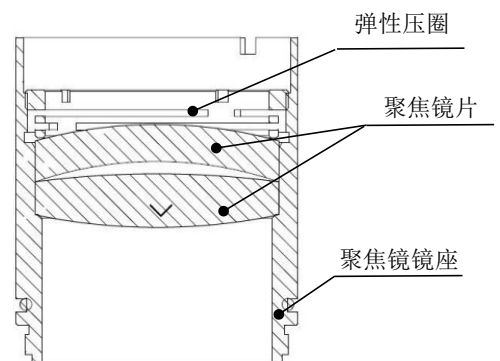

图 6.9 — 聚焦镜片安装示意图
- 按图 6.9 所示（箭头）方向将聚焦镜片和弹簧压圈小心地安放到镜座内，适当用力旋紧压圈；